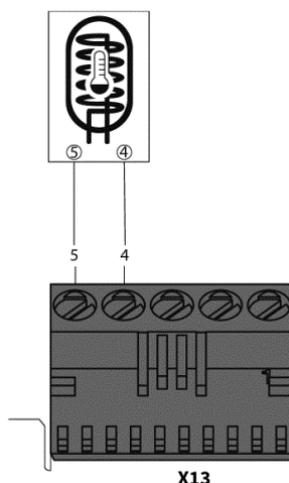

Abb. 20: Anschluss Trinkwarmwasserspeicher-Temperaturfühler
- ➔ Schließen Sie den Trinkwarmwasserspeicher-Temperaturfühler/Trinkwarmwasserthermostat gem. Abb. 20 an.